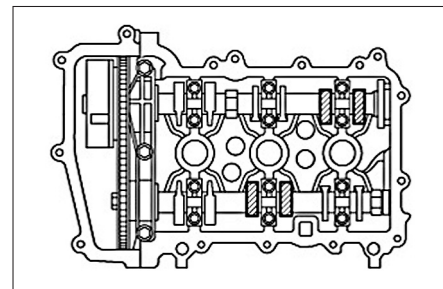

FIG. 43
- Tourner le vilebrequin de 360° (un tour complet), puis mesurer le jeu aux endroits indiqués (Fig.43).